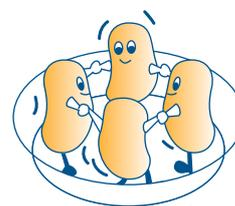

fig. 10
- 5) Se cozinhar várias unidades do mesmo alimento, por exemplo, batatas cozidas, **coloque-as em anel** numa forma de pirex para obter uma cozedura uniforme (fig. 10).